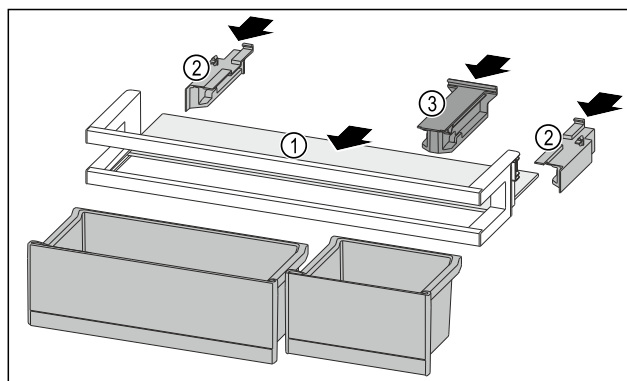

Fig. 272
- Futni raftin mbajtës Fig. 272 (1) në fole të anësore.
- Vendosni pjesët anësore Fig. 272 (2).
- Vendosni pjesën mbajtëse Fig. 272 (3).